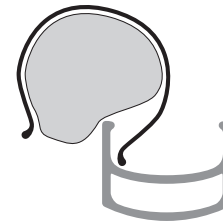

Figura 14. Instale o primeiro talão de pneu no aro.
4. Instale o primeiro talão no aro (Figura 14). Comece na haste da válvula.